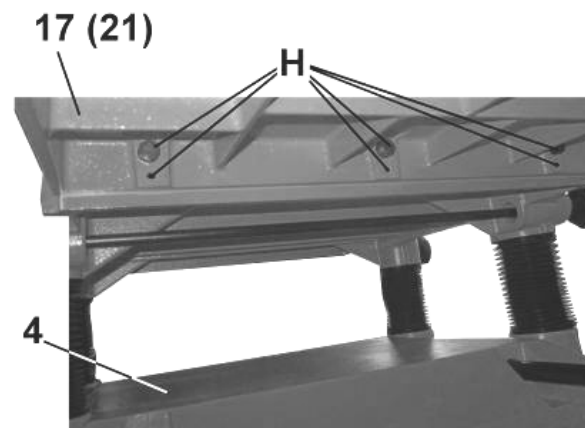

Рис.6
8.2.3. Как показано на Рис.6, используя детали крепления (Н), с обеих сторон рабочего стола (4) установите и на одном уровне с ним закрепите болтами приёмный стол (21) и стол подачи (17). Регулируемыми винтами выставите положение рабочей поверхности столов приёмного и подачи (17 и 21) в одной плоскости с рабочей поверхностью рабочего стола (4).